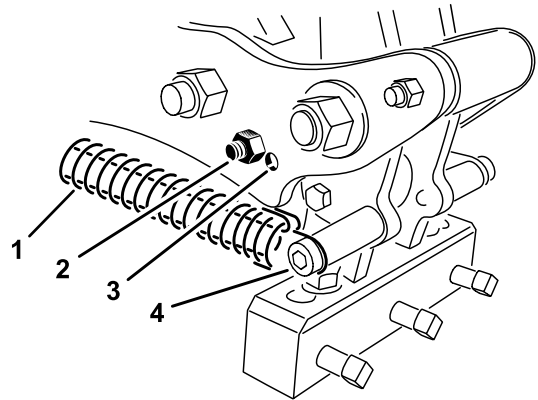

Figura 37
mm a 25,4 mm, posicione o para-choques da cabeça o mais perto da parte de trás da cabeça do dente. Pode precisar de utilizar outra posição - o orifício mais afastado da cabeça (Figura 37) devido a variações nas condições do solo.
3. Liberte a tensão da mola para a cabeça do dente (Figura 37).
4. Retire o parafuso do pára-choques e o pára-choques do braço de ligação e volte a colocá-los no outro orifício de ajuste (Figura 37).